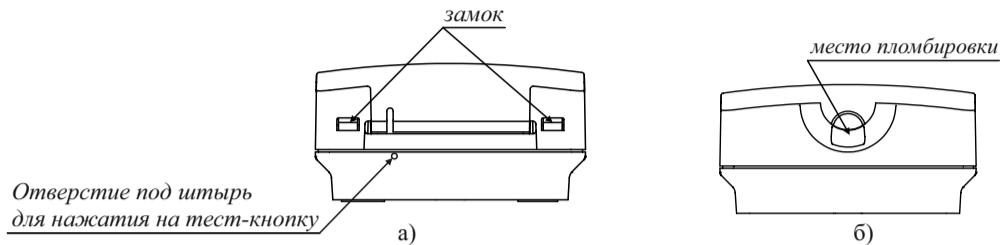

Рисунок 5
– отсоединить корпус от основания, нажав отверткой на замки внизу корпуса (рисунок 5а). Кнопка извещателя при этом должна быть в ненажатом положении;